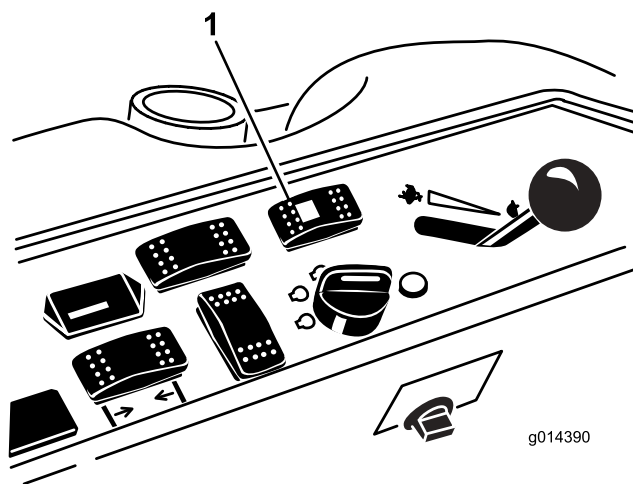

Figura 41
1. Premete la parte posteriore dell'interruttore di selezione della sterzata (sterzata a quattro ruote) (Figura 41).